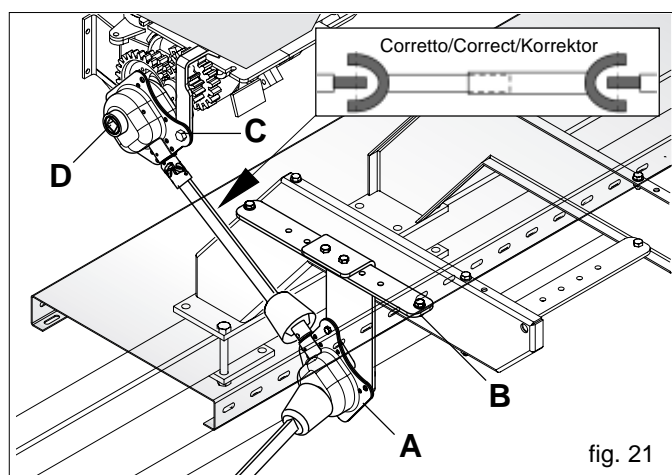

fig. 21
Durante le operazioni di assemblaggio seminatrice/attrezzatura ed in presenza del dispositivo di sollevamento idraulico del telaio porta assolcatori, verificare che gli organi di trasmissione della seminatrice (Fig. 21) non interferiscano o possano interferire durante le normali operazioni in lavoro con altre parti del complesso. Eventualmente spostare la scatola di rinvio trasmissione (A Fig. 21) lungo il supporto (B).
ATTENZIONE! Non serrare a fondo la vite (C Fig. 21) che regge la scatola (D Fig. 21), l'oscillazione è prevista.